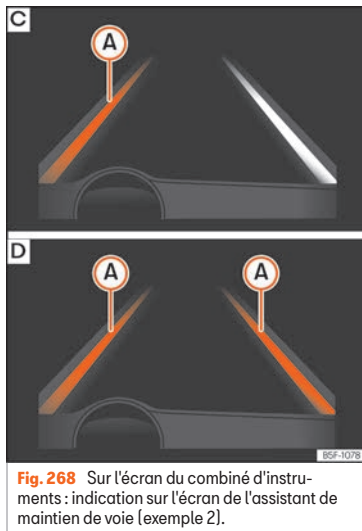

Fig. 268 Sur l'écran du combiné d'instruments : indication sur l'écran de l'assistant de maintien de voie [exemple 2].
- Le système est en cours d'utilisation, la ligne en surbrillance (A) indique qu'il y avait un risque de dépasser la ligne de la voie involontairement et qu'il agit sur la direction pour corriger la trajectoire »» fig. 268 C.
- Les deux lignes en surbrillance (A) s'allument en même temps quand les deux lignes de la voie sont reconnues et quand la fonction de guidage adaptatif est activée »» fig. 268 D.